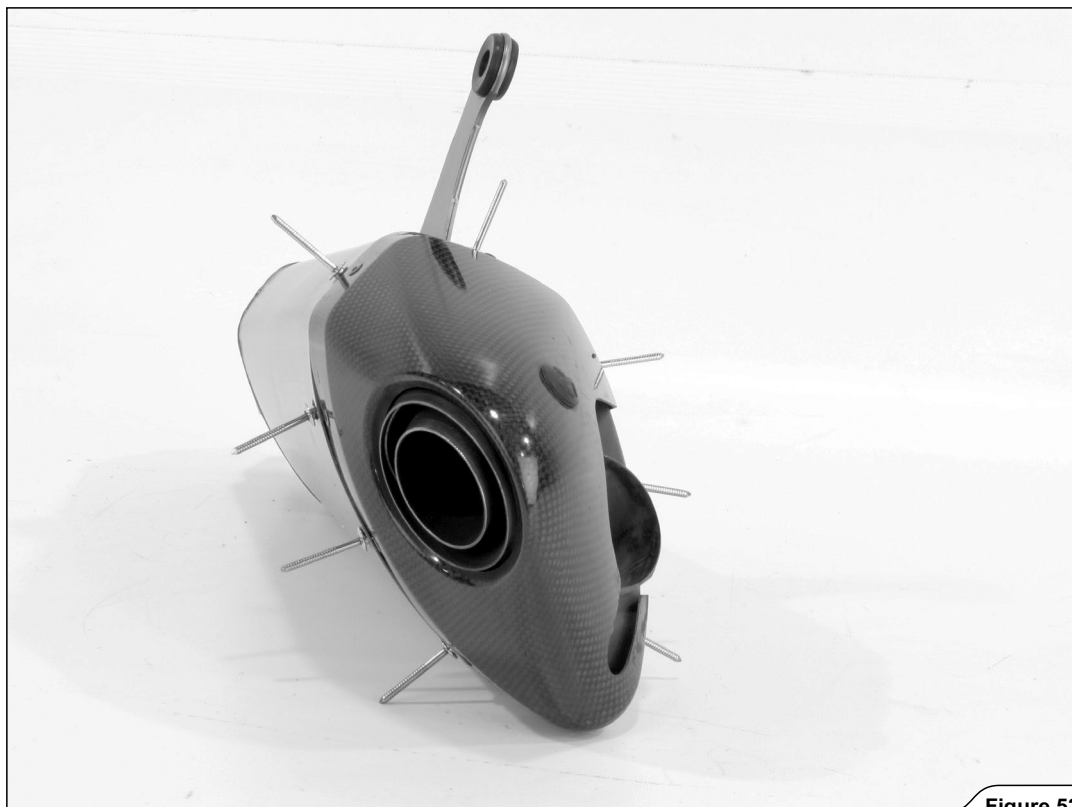

Figure 52
6. Insérer les rivets fournis avec le kit de réparation Akrapovič dans les silencieux, comme indiqué (Figure 52).
6. Die im Akrapovič Reparaturkit enthaltenen Niete wie angegeben in die Schalldämpfer einfügen (Figure 52).